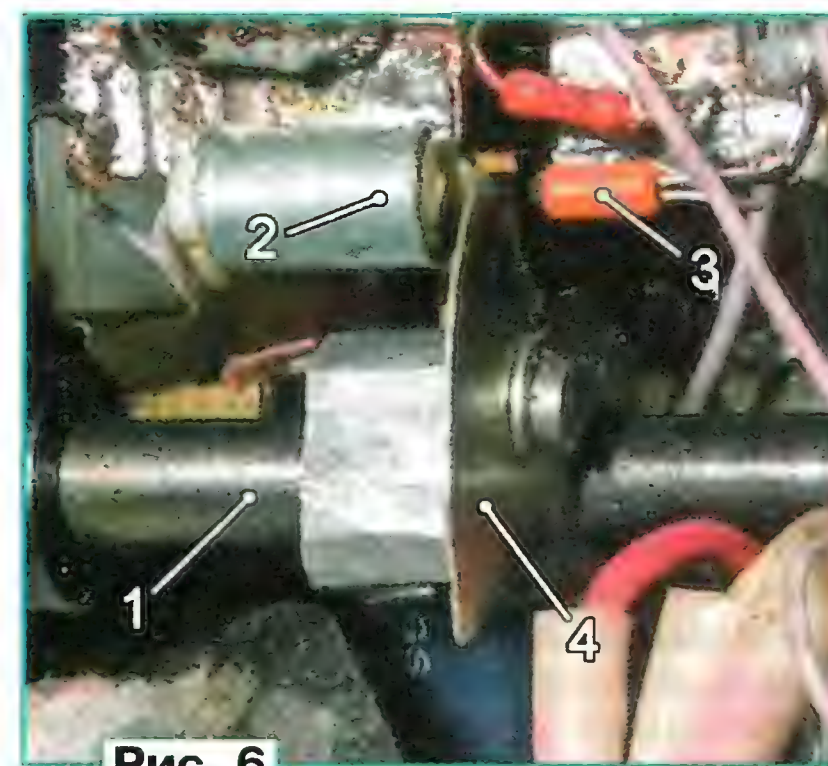

Рис. 6
Для синхронизации процесса захвата кинокадров компьютером с их сменой на валу проектора 1 закреплён, как показано на рис. 6, непрозрачный сектор 4 с углом при вершине 60° . Во время смены кадра он входит в зазор между излучающим ИК диодом VD1 (3) и фотодиодом VD3 (2), прерывая оптическую связь между ними. Фототок фотодиода резко уменьшается, и ранее открытый им транзистор VT1 закрывается, а VT2 открывается. На коллекторе последнего формируется импульс, длительность которого равна времени поворота вала проектора на 60° (27,8 мс при частоте смены кадров 6 с^{-1}). Положение заслонки на валу проектора подобрано так, что нарастающий перепад импульса совпадает с завершением протяжки киноплёнки на один кадр.